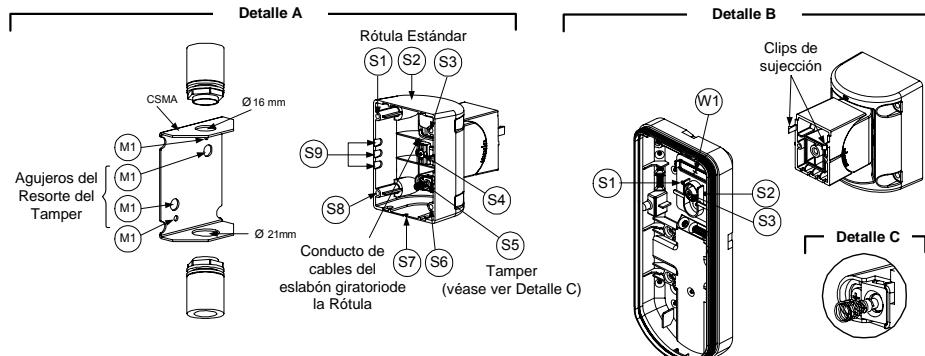

Figura 7
Montaje del Conducto de la Rótula (usando el Adaptador de Conducto de Metal de la Rótula – CMSA) Figura 7, Detalle A)
- d. Inserte los cables externos y los cables del tamper desde el conducto a través del conducto de cables de la rótula (Figura 7, Detalle A).
El resorte del tamper S5 (Figura 7) debe hacer contacto con la pared a través de los agujeros de los resortes del tamper M2 o M3 en el CSMA. Asegúrese de oír el "Click" del tamper al conectar a la pared.
7. Inserte los cables del tamper y el cableado del cable externo a la Rótula a través del agujero pre-marcado W1 en la base externa (Figura 7, Detalle B).